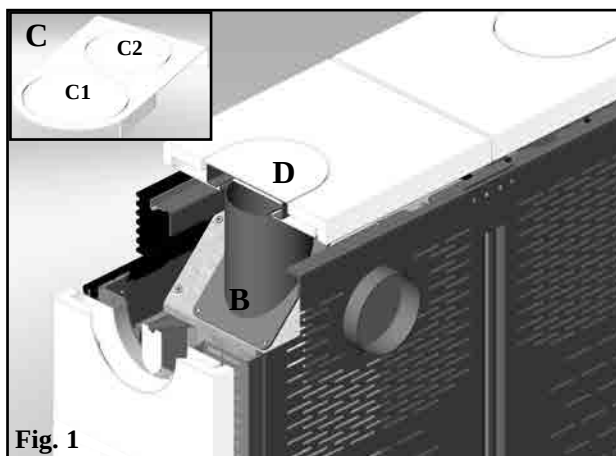

Fig. 1
Per il collegamento è sufficiente calzare il tubo (non fornito) sul gomito di raccordo (G-fig.5) già presente sulla stufa e accessibile aprendo l'anta a vetro destra (fig. 5). Sul gomito (G) è presente un coperchio di ispezione per la pulizia (H). In caso di utilizzo dell'uscita sul top è necessario utilizzare il coperchio pretagliato (C - fig. 1 a pag. 12) asportando il diaframma C2, al posto del coperchio senza pretaglio (D - fig. 1 a pag. 12).